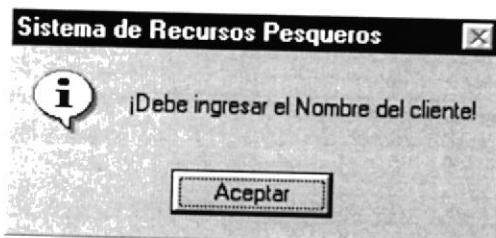

Figura 10.35 Mensaje Ingresar Nombre
3. Si se ha realizado un ingreso y no escribió el nombre del cliente se mostrará el siguiente mensaje (ver figura 10.35)